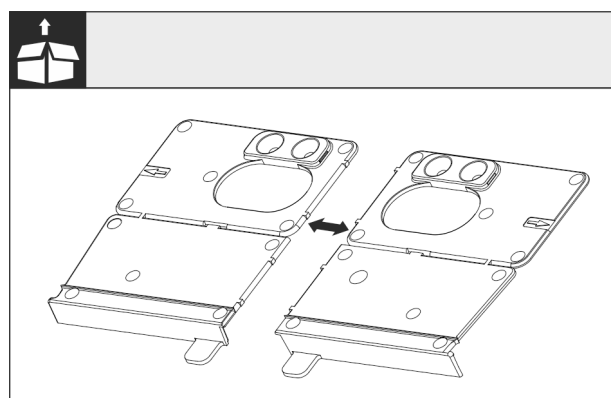

Fig. 27
► Separați suportul montaj la bază Fig. 27 () de perforație.